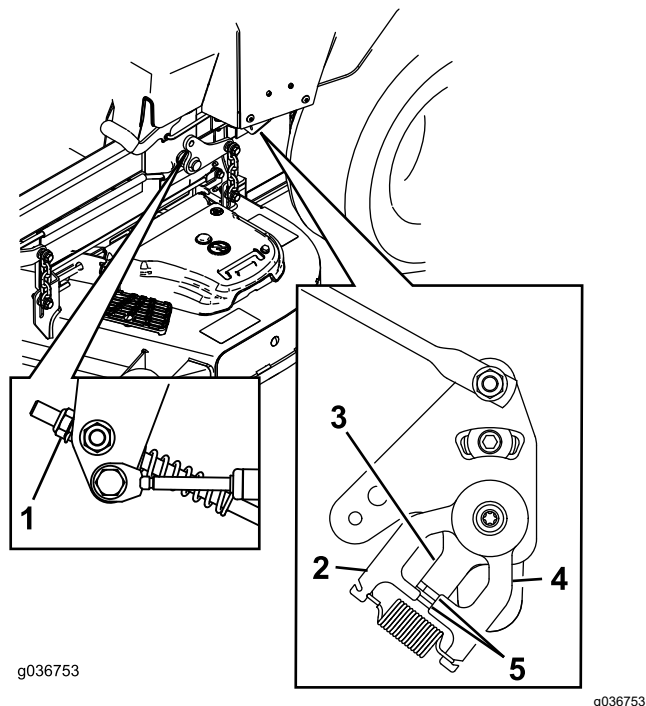

Figura 81
11. Ajuste la longitud de las varillas de control de las bombas girando la tuerca en el sentido apropiado, hasta que las ruedas se muevan ligeramente en marcha atrás (**Figura 81**).